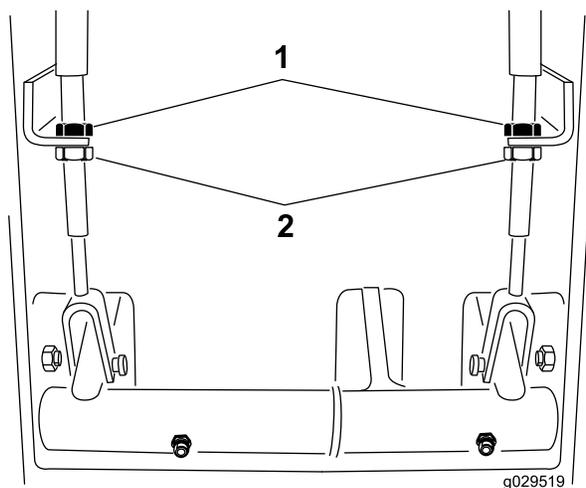

Рисунок 72
2. Чтобы уменьшить свободный ход педалей тормоза, ослабьте передние контргайки на резьбовом конце троса тормоза (Рисунок 72).